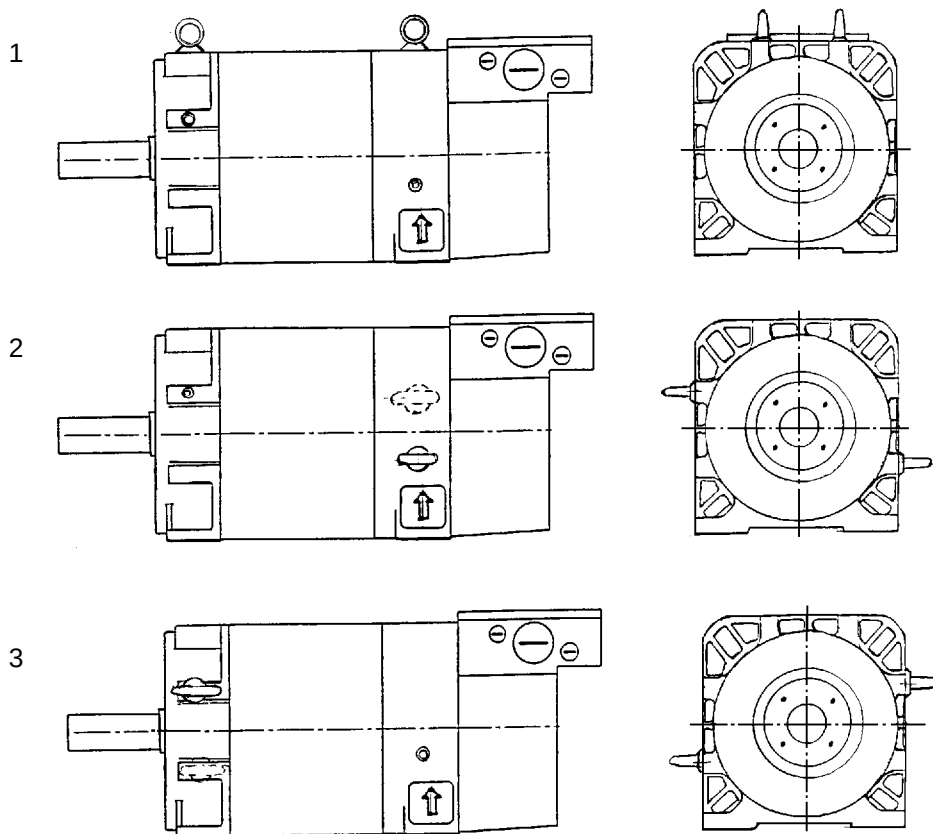

Fig. 3 Disposition des oeillets de levage
- Après l'installation, serrer ou enlever les oeillets de levage visés. Disposition des oeillets de levage, voir Fig. 3.